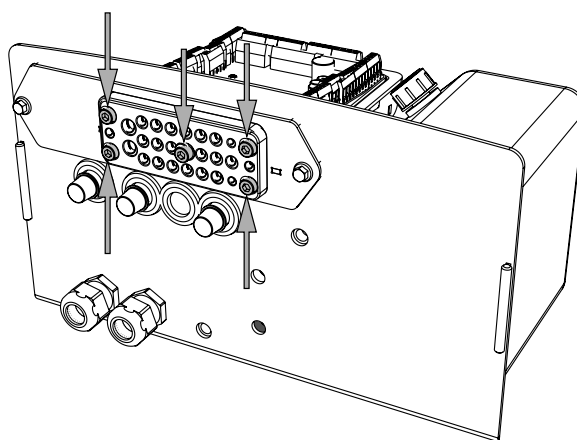

Bild 15. Kabelgenomföringens fem skruvar
1. Lossa kabelgenomföringens fem skruvar, se Bild 15. Kablar kan nu monteras/demonteras/justeras i kabelgenomföringen. Vid montering av kabel, ska kabeln monteras tillsammans med befintligt kablage med hjälp av buntband.